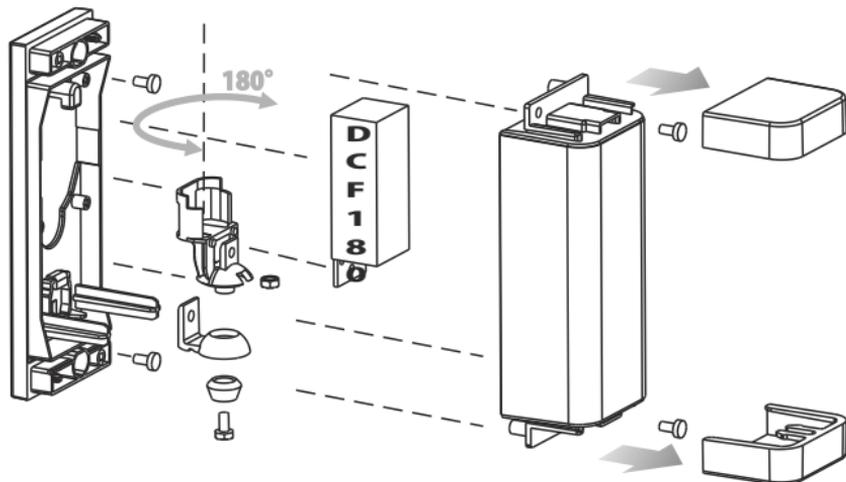
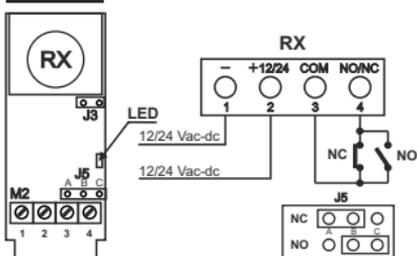

FIG. 1
FIG. 2
Effettuare i collegamenti come in **Fig. 1 (RX)** **Fig. 2 (TX)**. Fissare le fotocellule e alimentarle con tensione compresa tra 12 e 24 V cc/ca.
Make the connections as shown in **Fig. 1 (RX)** and **Fig. 2 (TX)**. Secure and power the photocell (12 - 24 VDC/AC).